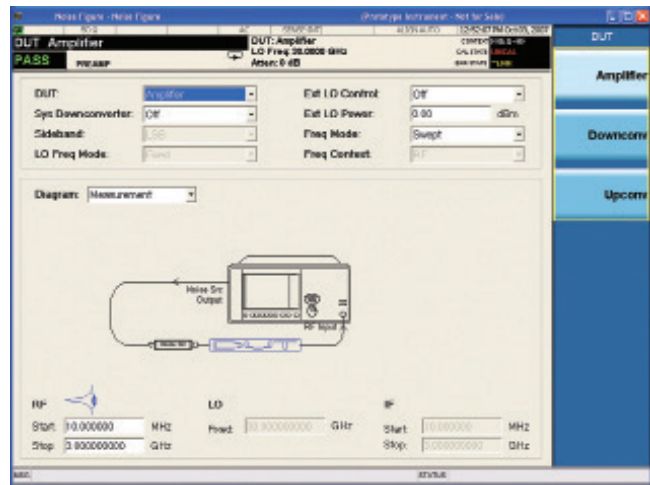

Рисунок 1 – Измерительная установка, включающая анализатор, источник шума и ИУ
3. Отключить источник шума от входа анализатора и подключить его к входу ИУ. Подключить выход ИУ к ВЧ входу (RF input) анализатора (рисунок 1). Чем меньше используется переходов, тем лучше результаты измерения.